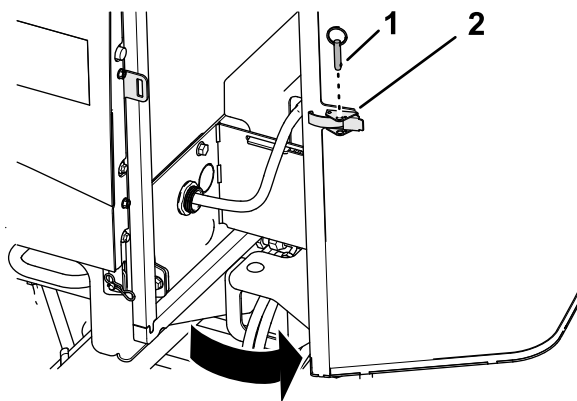

**Figura 62**
1. Retire el pasador de bola del cierre de la rejilla (Figura 62).